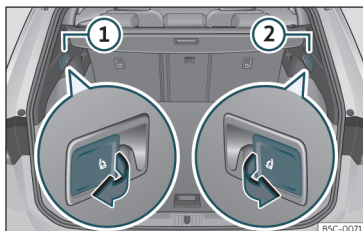

Fig. 112 Nel bagagliaio: leve per lo sblocco dello schienale posteriore.
- Tirare la leva di sblocco a distanza dal lato sinistro >>> **fig. 112** ① o destro ② dello schienale nel senso della freccia. Il lato sbloccato dello schienale posteriore si ribalta automaticamente in avanti.